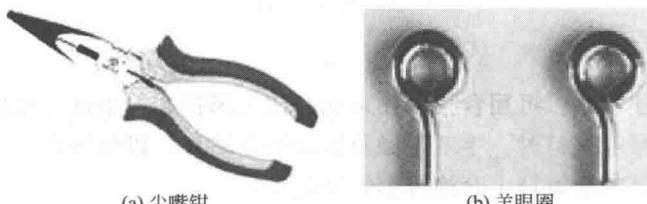

图 1-33 尖嘴钳的练习
③ 钢丝钳齿口用来紧固或拆卸螺母练习。
① 用尖嘴钳切断和弯曲细小的导线、金属丝。
② 用尖嘴钳夹持小螺钉、垫圈、及导线。
③ 用尖嘴钳将导线弯曲成所需的各种形状，如图 1-33 (b) 所示的羊眼圈。先向相反方向扳 90°，然后用齿口一点一点弯曲。